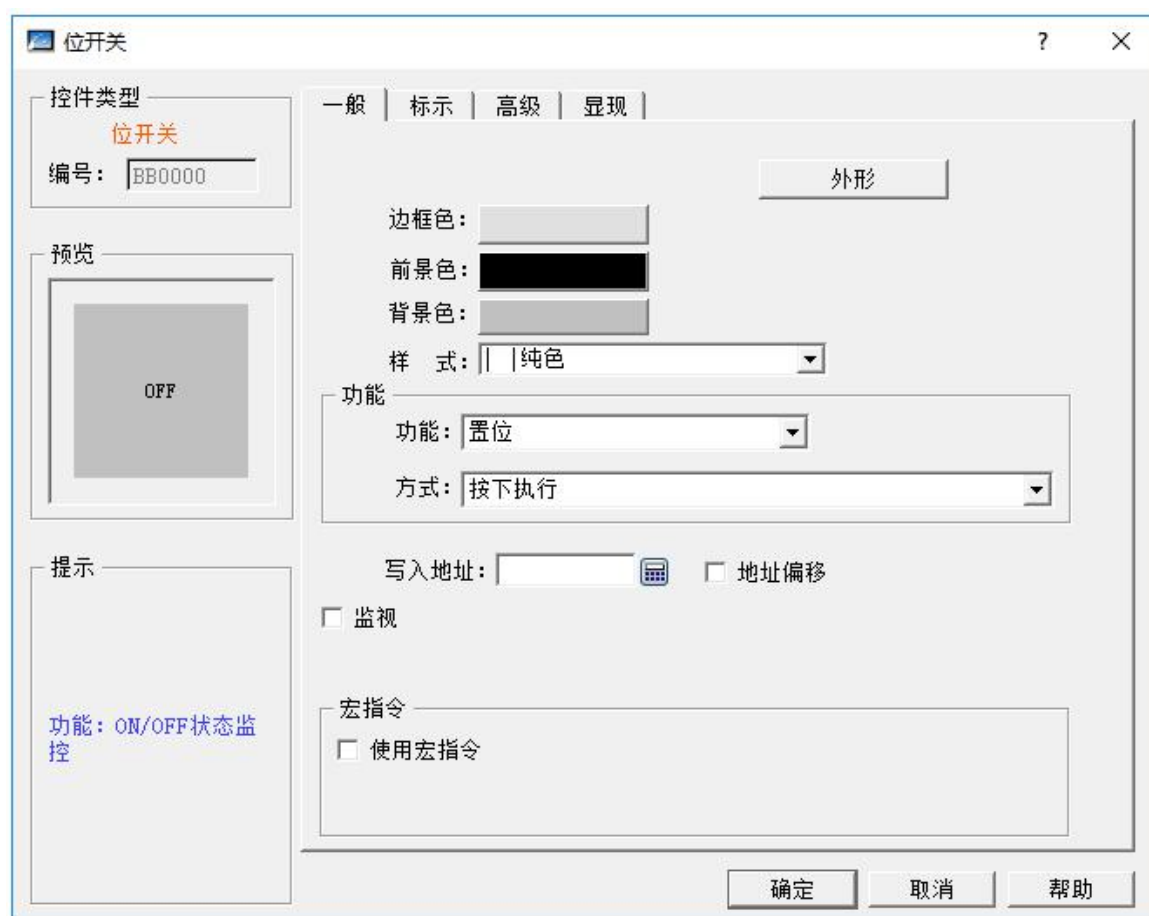

图 4-68 位开关对话框
1. 单击工具栏上的位开关图标，弹出一个对话框，该对话框即为设置位开关属性的对话框，如图 4-68 所示：